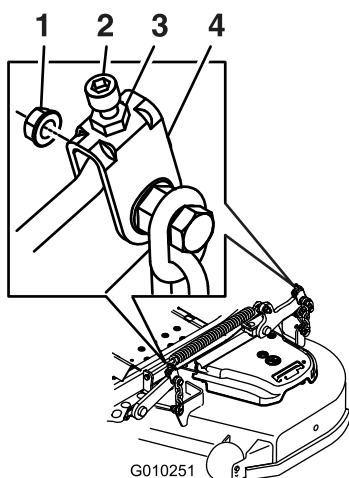

Figure 94
10. Le cas échéant, desserrez l'écrou Whizlock sur le côté de la chape et l'écrou de blocage sur le dessus. Ajustez précisément la vis de réglage en la tournant jusqu'à obtention d'une hauteur de 7,6 mm (3 po) (Figure 94).
16. Ajustez précisément la vis de réglage en la tournant jusqu'à obtention d'une hauteur de 8,3 mm (3-1/4 po) (Figure 94).